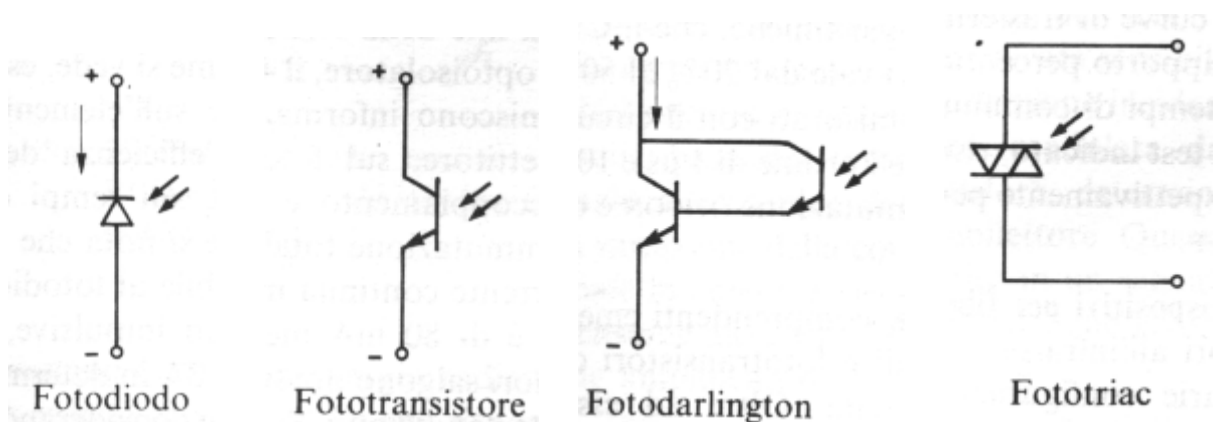

Fig 26
2. **fotosensori a semiconduttore**: (fig. 26) si basano tutti sul principio per cui radiazioni, comprese in un certo intervallo di frequenza, incidenti su una giunzione polarizzata inversamente producono coppie elettrone - lacuna che danno origine ad una fotocorrente I_L . i principali sono: